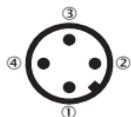

Рисунок 14: Назначение контактов M12 x 1, 4-конт.
7.4.2 Структура меню, описание параметров и заводские настройки (рисунок 14)